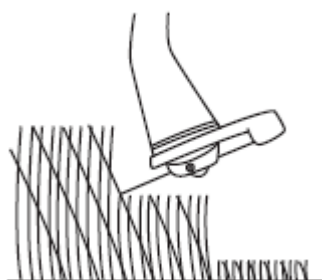

Fig. 2
- Si l'herbe est très haute, coupez-la en plusieurs couches, du haut vers le bas (Fig.2, 3).